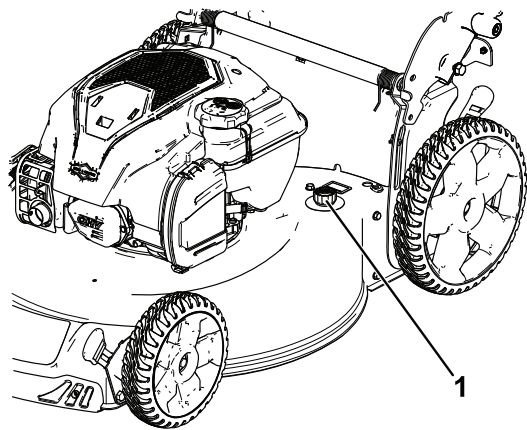

Bild 24
5. Befestigen Sie einen Gartenschlauch, der an einen Wasserhahn angeschlossen ist, am Wasseranschluss (Bild 24).